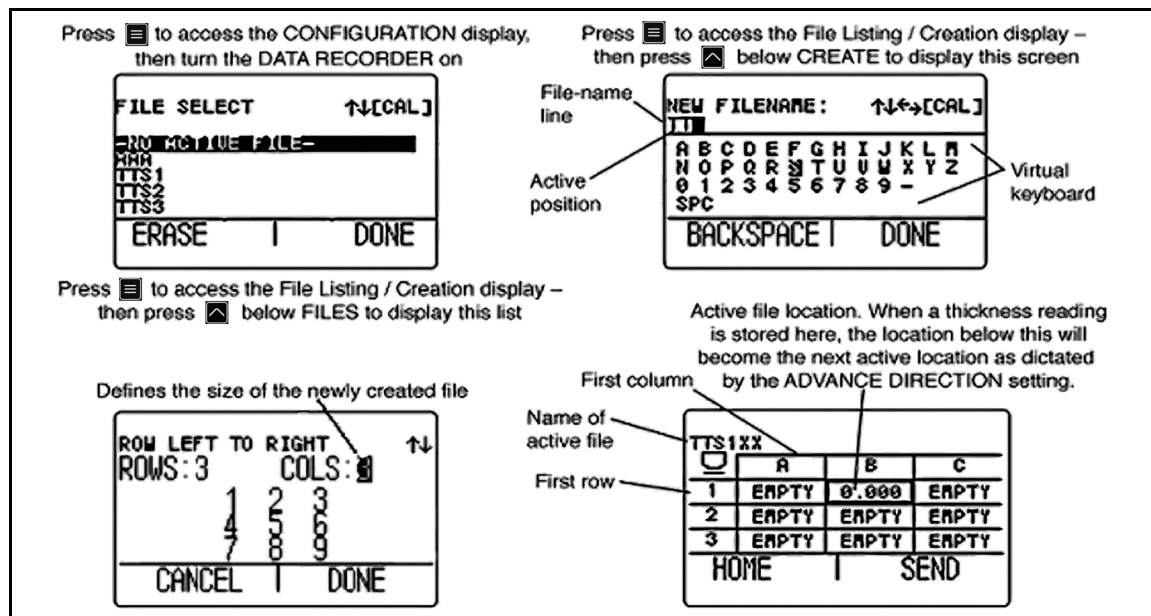

Figure 5 : Mode d'affichage des fichiers
- **File Display** – Permet à l'utilisateur de créer et d'enregistrer des valeurs d'épaisseur mesurées dans un fichier enregistré. Elle sera seulement possible si l'option Data Recorder est installée et activée (voir *Figure 5 à la page 12*). Une fois installée et activée, l'option Data Recorder permet à l'utilisateur de créer des fichiers de données, d'enregistrer des valeurs d'épaisseur mesurées, et de naviguer dans le contenu des fichiers.